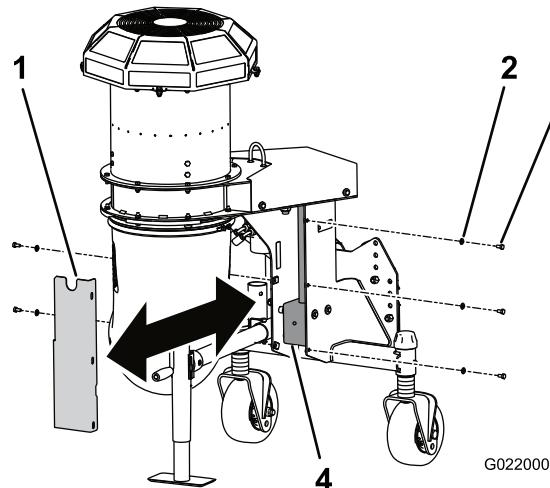

Figura 24
2. Retire los 5 tornillos y las arandelas que fijan la tapa de la caja de engranajes al soplador (Figura 24).
3. Retire la tapa para tener acceso a la caja de engranajes del soplador (Figura 24).